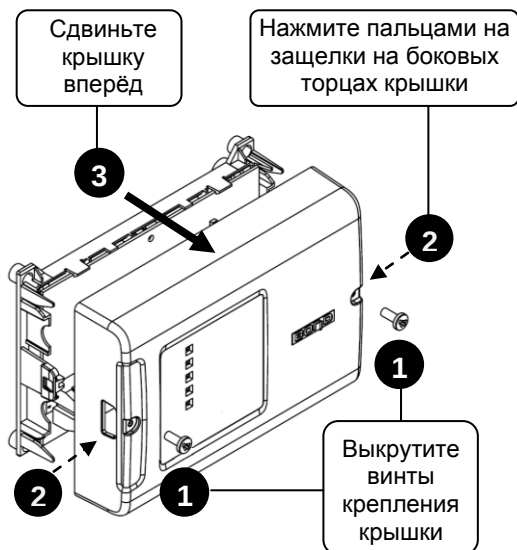

Рисунок 2. Снятие крышки блока
3.2.5 Снимите крышку блока в порядке, указанном на рис. 2.
3.2.9 Снимите крышку блока в порядке, указанном на рис. 2.
3.3.2 Снимите крышку блока в порядке, указанном на рис. 2.